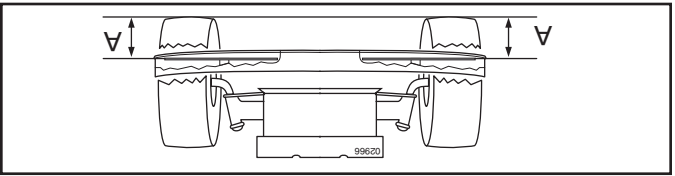

Fig. 24
- AJUSTEMENT LATÉRAL DE PRÉCISION (Voir Fig. 24)